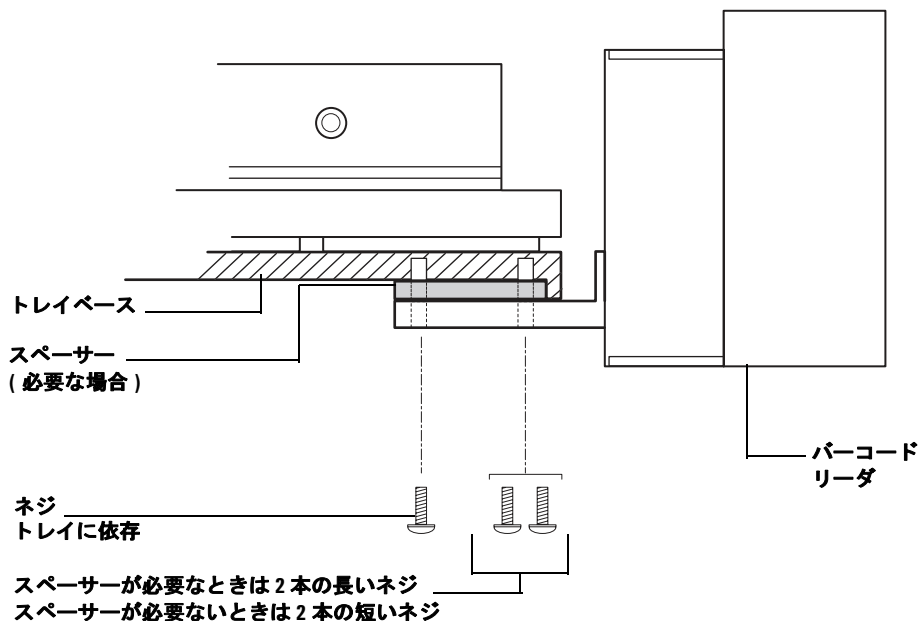

図24 BCRを取り付ける – 側面の立面図
- 3 スペーサーが必要な場合、スペーサーの穴を、トレイの底部にあるマウンティング穴と位置合わせします。BCRマウンティングブラケットをスペーサーの下に置き、2本の長いネジを挿入し、ネジを固く締めます。図24を参照してください。
スペーサーを必要としない場合、BCRマウンティングブラケットを、トレイの底部にあるマウンティング穴の下に配置します。3本の短いネジを挿入し、ネジを固く締めます。図24を参照してください。